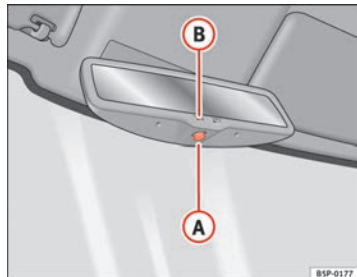

Fig. 65 Retrovisor interior con ajuste automático para posición antideslumbrante.
- Pulse la tecla **A** ⇒ fig. 65. El testigo de control **B** se apaga.
- Pulse la tecla **A** ⇒ fig. 65. El testigo de control se enciende.